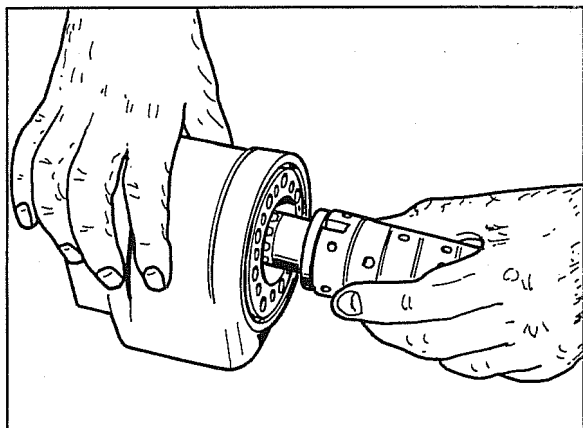

Fig. 66
- Introduzir o cilindro distribuidor no corpo direcção hidráulica colocando-se como ilustrado na fig. 66.